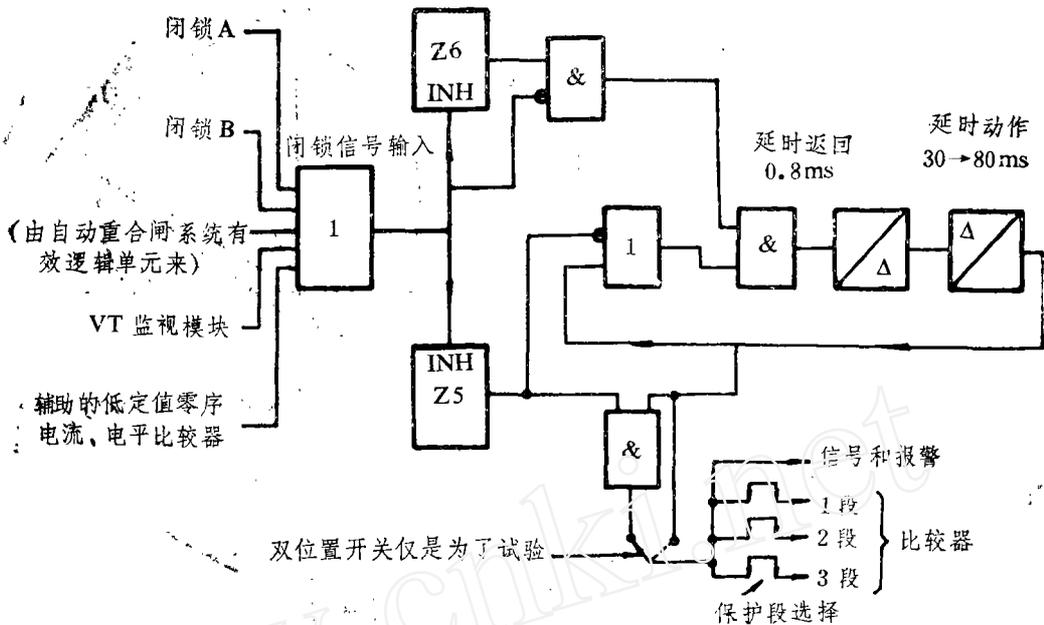

图 7
(1) 电压回路断线监视 (VTS)，当电压回路有故障时可给出信号，或者如需要的话可闭锁距离继电器的比较器，以防止失压误动。
(2) 振荡闭锁采用大圆 (Z_0) 套小圆 (Z_0) 的原理，比较阻抗轨迹进入圆内不同的速度来区分是系统振荡还是发生故障。其逻辑框图如图7所示。它可以实现闭锁保护一段或二段或三段。
(3) 方向接地故障保护 (DEF) 在很高的故障接地电阻情况下 (例如100欧姆)，特别是在短线路上，提供了快速切除故障的可能性。
(4) 设置合在故障上的保护，若故障持续在200毫秒之内，即判断为合在故障的线路上 (SOTF)，由逻辑回路实现瞬时三相跳闸并闭锁重合闸，并准备好起动开关失灵保护。
(5) 在双回线路上提供了零序互补偿电路，过去使用的互感补偿方法，有可能出现在一回线路上发生故障时，导致另一回健全线路的继电保护发生误动作。在本装置中采用了快速动态控制的措施以消除所施加的互感补偿量，从而防止了继电器误动作。由于